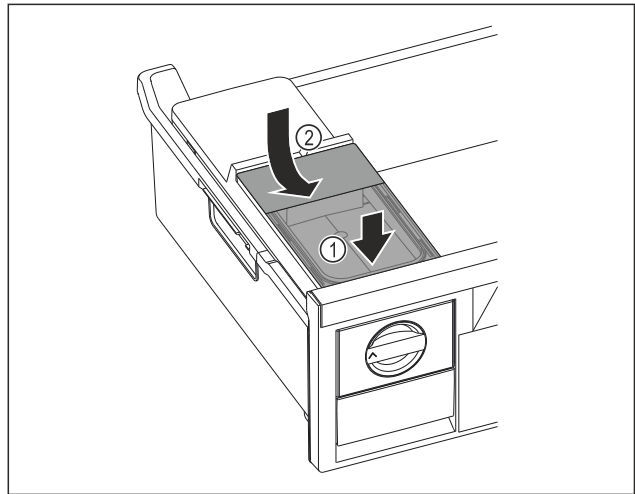

Fig. 76
- ▶ Watertank aan de voorkant plaatsen. Fig. 76 (1)
- ▶ Watertank aan de achterkant laten zakken. Fig. 76 (2)